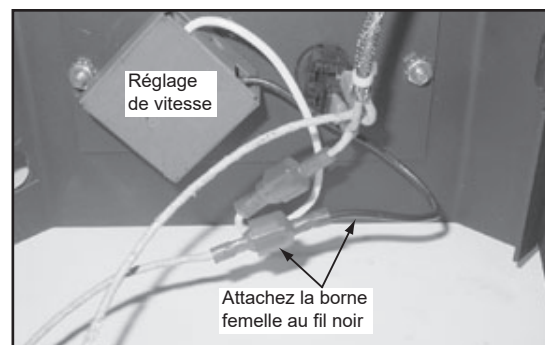

Figure 22.4
7. Fixez la cosse femelle au fil noir qui sort de la commande de vitesse (**Figure 22.4**).